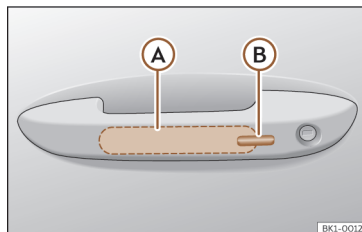

Fig. 69 Manípulo da porta: superfícies sensoras.
>>> **Fig. 69**
- Toque na superfície sensora >>> Fig. 69 (B) situada no lado exterior do manípulo da porta. Todos os indicadores de direção piscam uma vez.
- Antes de passarem 5 segundos, toque uma vez no sensor do lado exterior do manípulo da porta >>> Fig. 69 (B). Ao fazê-lo, não agarre o manípulo. O sistema Keyless Access fica desativado temporariamente.
Para fechar com a função de conforto todas as janelas elétricas e o teto de vidro, mantenha um dedo durante uns segundos sobre a superfície sensora de bloqueio >>> Fig. 69 (B) do manípulo da porta até que as janelas e o teto se tenham fechado.